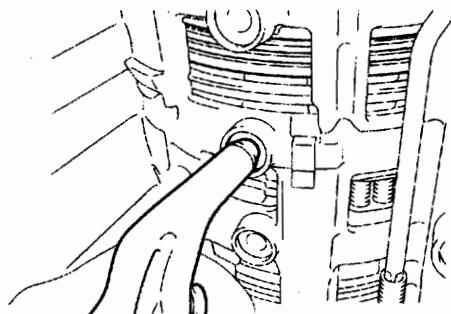

图 12-1-80
(22) 检查1号制动活塞的活塞行程。
①如图 12-1-80 所示，在向变速器壳内吹压缩空气时，1号制动活塞应活动自如。